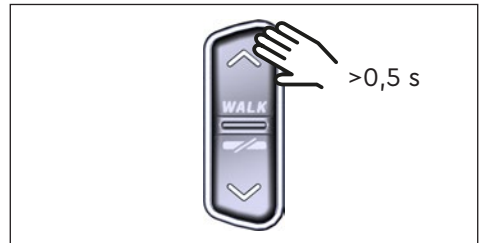

Fig. 9: Activeer duwhulp
- ▶ Druk, bij een stilstaande e-bike, langer dan 0,5 s op de knop UP op de Remote (zie Fig. 9), om de duwondersteuning te activeren.